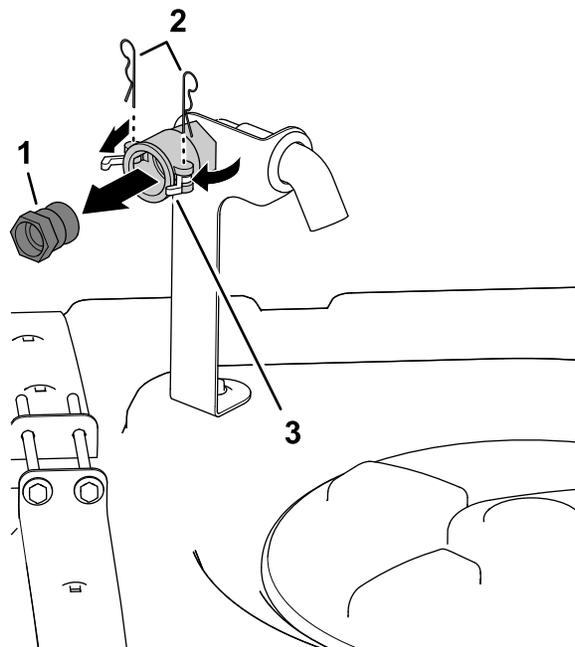

Figura 4
1. No lado dianteiro direito da cobertura do depósito, retire os 2 pernos de gancho que prendem os trincos do acoplamento de desligação rápida para o recetáculo de enchimento antissifão (Figura 4).
2. Rode e abra os trincos para desbloquear o encaixe de desligação rápida do acoplamento de desligação rápida (Figura 4).
3. Retire o encaixe de desligação rápida do acoplamento de desligação rápida (Figura 4).
4. Feche os trincos e instale os pernos de gancho nas flanges do acoplamento de desligamento rápida (Figura 4).